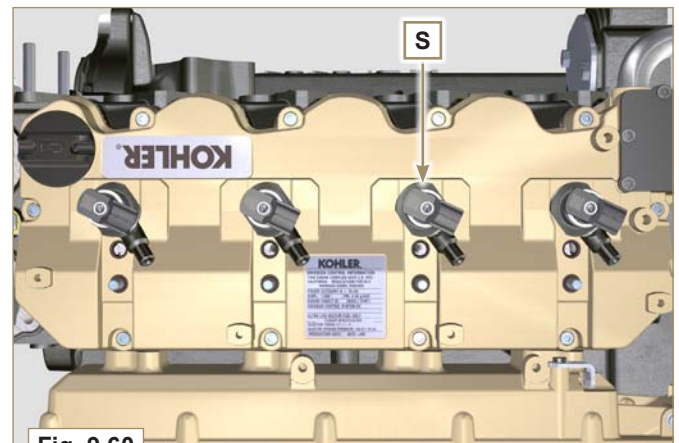

Fig. 9.60
- 2 - Die Elektro-Einspritzventile **S** in den Kipphebeldeckel **U** einsetzen und sie wie in Fig. 9.60 dargestellt ausrichten.